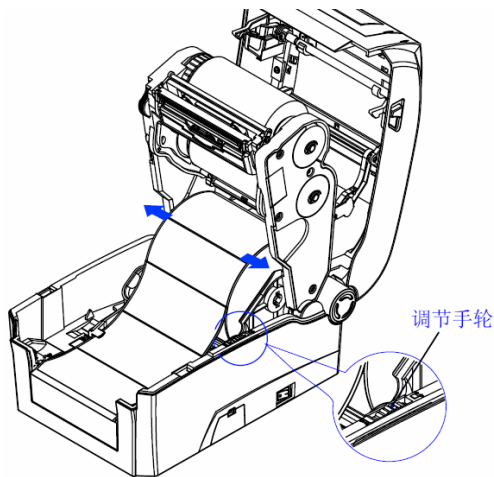

图 2.4.4
- 4) 按照中盖的标识转动调节手轮，使纸支架略宽于纸卷宽度，防止纸卷受力（见图 2.4.4）。